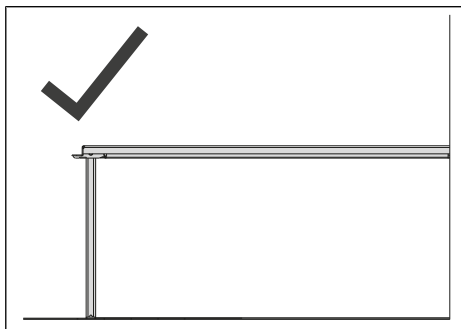

Fig. 6-22: Piede di appoggio posizionato in maniera corretta
- ▶ Bloccare correttamente sul pianale il piede di appoggio. Prestare attenzione al corretto posizionamento del piede di appoggio (vedere "Fig. 6-22: Piede di appoggio posizionato in maniera corretta", p. 68).